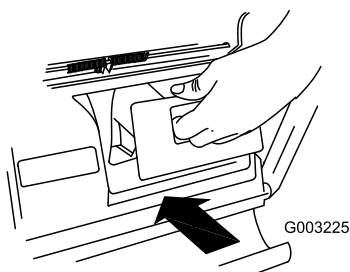

Figure 27
**Important:** Assurez-vous que l'obturateur de l'éjecteur arrière est en place avant de procéder au recyclage (Figure 27).